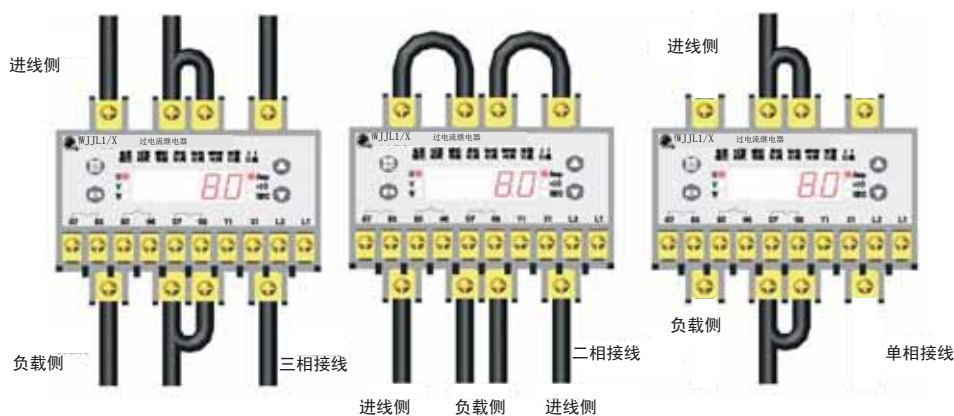

图 2 WJL1/X 动力线接线方法
3.1.1 动力线的接法分三相输入、二相输入和单相输入三种，其接线方法如图 2：